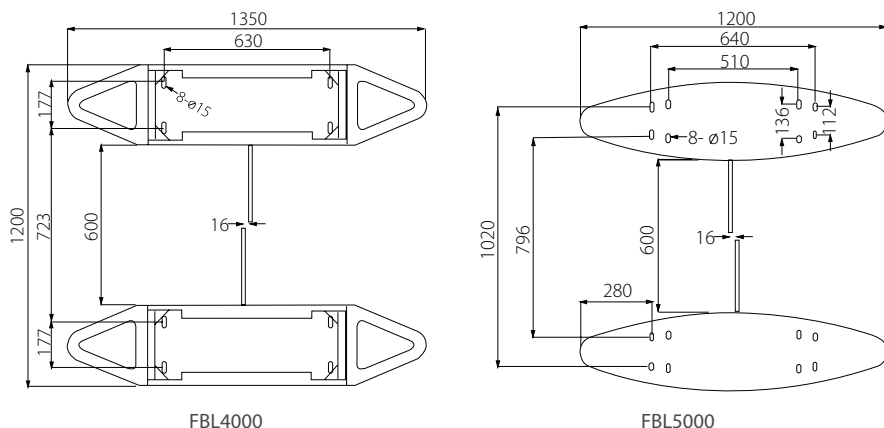

Figura 2-3
Para la salida de cables ocultos, consulte la posición de los agujeros de instalación en la figura 2-3. El dispositivo utiliza 6 cables de 1.5 mm² con un rango de entrada de voltaje de 100-240V CA como cable de alimentación (incluyendo cables de tierra).
4. Perforar agujeros: Mueva la carcasa, consiga un taladro de martillo y una broca de 14mm y taladre un agujero de 80mm de profundidad en cada marca de agujero para tornillo. Si lo prefiere, puede perforar los agujeros de acuerdo a la medidas y posición de los agujeros mostrados en la figura 2-3. Las unidades están en mm.